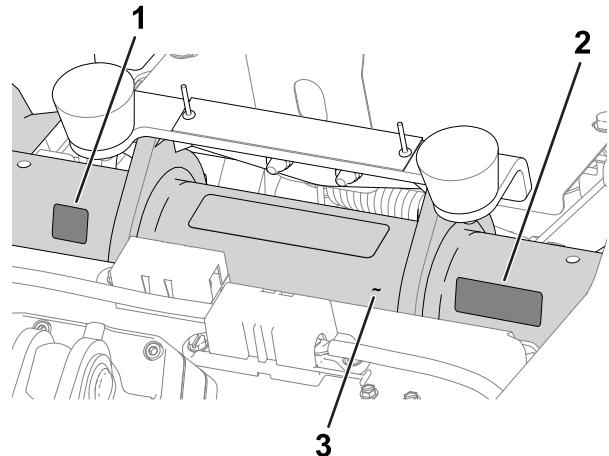

Figura 16
- Pegatina del año de fabricación y pegatina CE/UKCA:** aplique las pegatinas en el tubo del bastidor, debajo del asiento y la placa del número de serie; consulte la Figura 16.